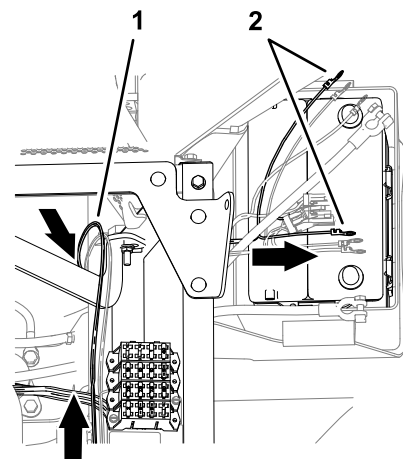

Рисунок 156
1. Проложите круглые клеммы жгута проводов с маркировкой BATTERY (АККУМУЛЯТОР) и GROUND (ЗАЕМЛЕНИЕ), назад и над опорой сиденья (Рисунок 156).
2. Проложите круглые клеммы под левой трубой рамы и поперек верхней части аккумулятора (Рисунок 156).